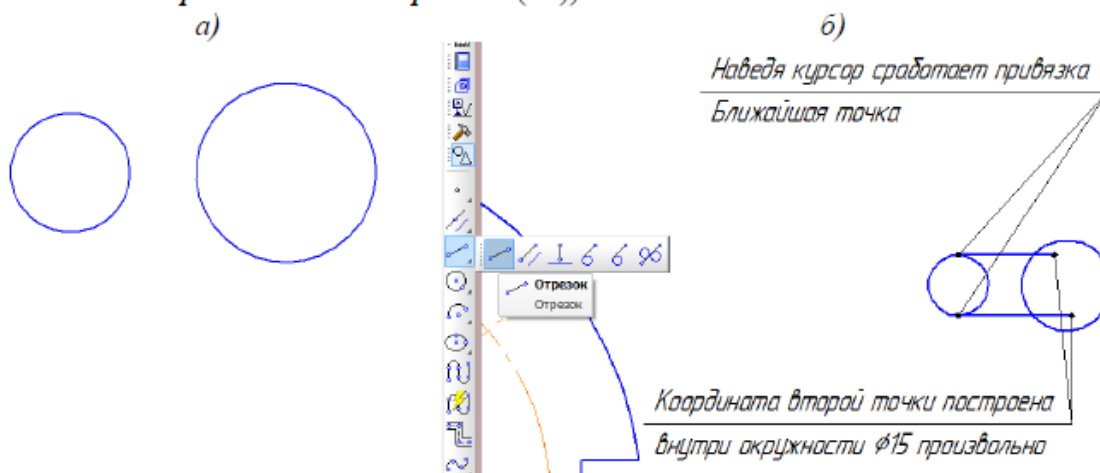

Рисунок 110 – Построение элемента сложного отверстия
7.2 Нажмите клавишу *Esc* (можно несколько раз). Удалите окружность  $\varnothing 36$  (эта окружность служила расстоянием между окружностями  $\varnothing 15$  и  $\varnothing 10$ ), рис. 110, а.
7.3 Постройте два горизонт. отрезка, как это показано на рис. 110, б. (убедитесь в включении *Ортогональное черчение* (F8)).